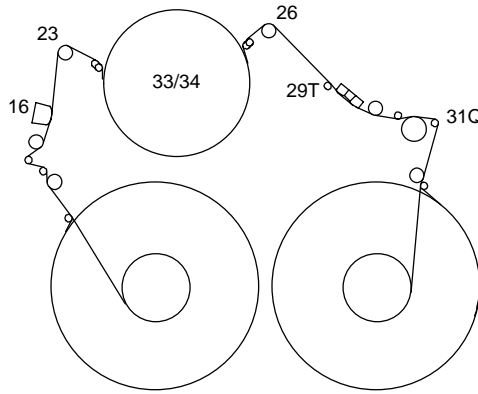

Fig. 22
- Umlenkrolle des linken (Pos. 23, Fig. 22) und rechten (Pos. 26, Fig. 22) Fädelschlittens mit dem Einstellschraubendreher so einstellen, daß die Amplitude der FM-Pakete maximal und geradlinig ist.
- Adjust the reverse roller of the left (Pos. 23, Fig. 22) and right (Pos. 26, Fig. 22) threading roller unit to obtain the maximum amplitude of the FM-packages with straight-lined envelope.
- Mit dem Tentelometer den Bandzug zwischen Hauptlöschkopf (Fig. 22, Pos. 16) und der Umlenkrolle (Fig. 22, Pos. 23) messen (dazu den Hauptlöschkopf nach links drücken).